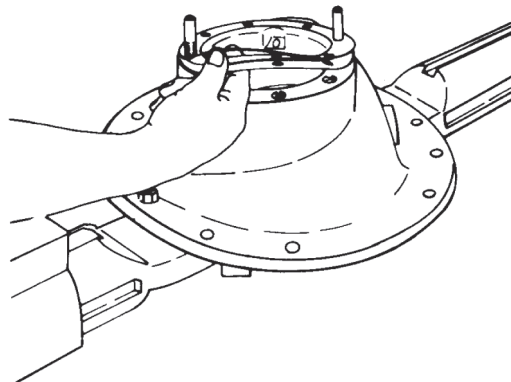

Figura 71
- A- Instale las lanas de la caja del piñón ya seleccionados, en la caja del diferencial con 2 pernos guías (figura 71).